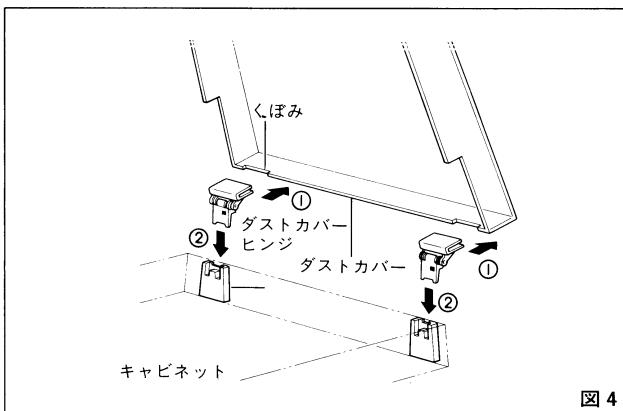

図4
- 1.ダストカバーヒンジを図4のようにダストカバー後面2ヶ所のくぼみに合わせ、それぞれ差し込んでください。(矢印①)
- 2.次に、キャビネット後面左右の受部に左右同時に差し込みます。(矢印②)